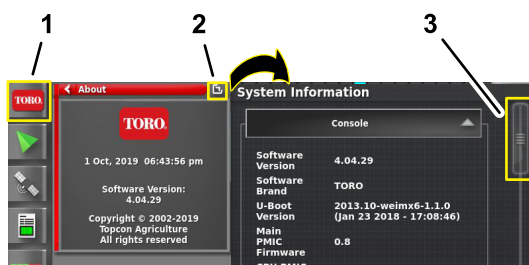

Рисунок 203
1. Нажмите на значок ИНФОРМАЦИИ О СИСТЕМЕ и затем проведите по значку ПОЛНОЭКРАННОГО РЕЖИМА в верхнем правом углу окна информации о системе (Рисунок 203).